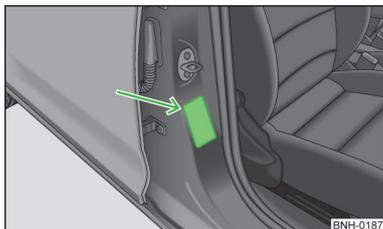

Fig. 124
- En el montante B del lado del acompañante » fig. 124. El adhesivo es visible al abrir la puerta del acompañante.